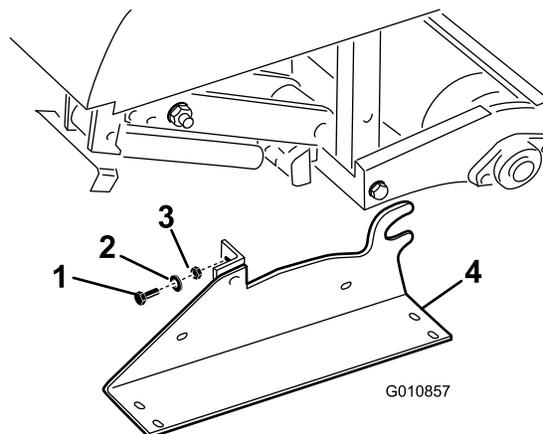

Рисунок 32
2. Снимите болты, стопорные шайбы и гайки, которые крепят подставки на обоих концах аэратора (Рисунок 32).